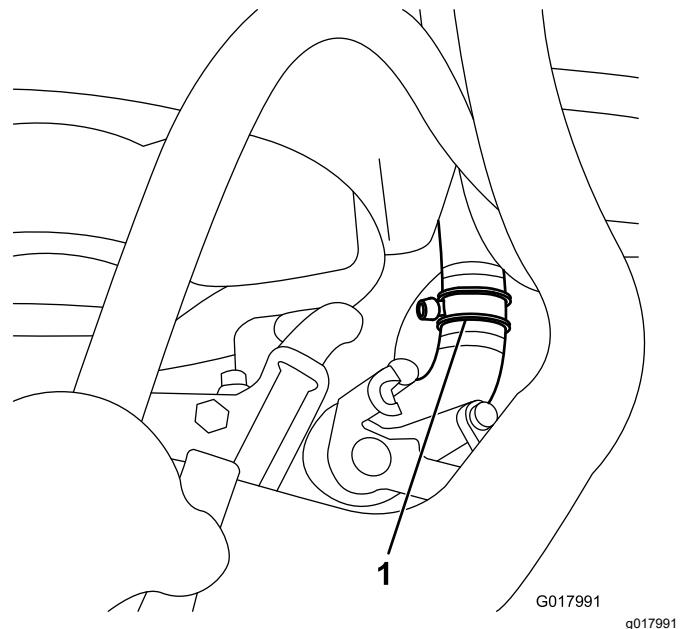

Figure 33
3. Coupez le flexible inférieur de radiateur à 54 mm environ de l'extrémité qui est reliée au radiateur (Figure 33).
4. Branchez le raccord en T à chaque extrémité nouvellement coupée du flexible inférieur de radiateur à l'aide des 2 larges colliers de serrage (Figure 33).